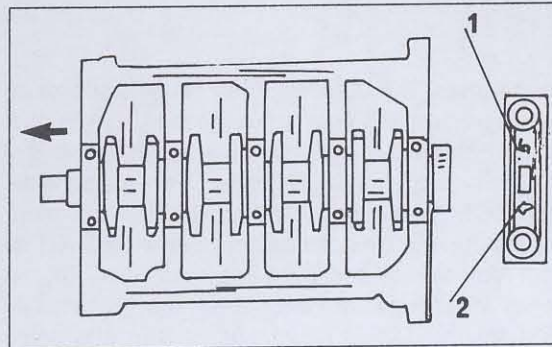

Bild 99
- Alle Lagerdeckel sind mit einer Zahl und einem Pfeil versehen (Bild 99). Der Deckel mit der Zahl "1" befindet sich an der Vorderseite des Zylinderblocks.
Die Lagerdeckel der Kurbelwelle des Dieselmotors sind, wie in Bild 99 gezeigt, mit der Deckelnummer und einem Pfeil versehen.